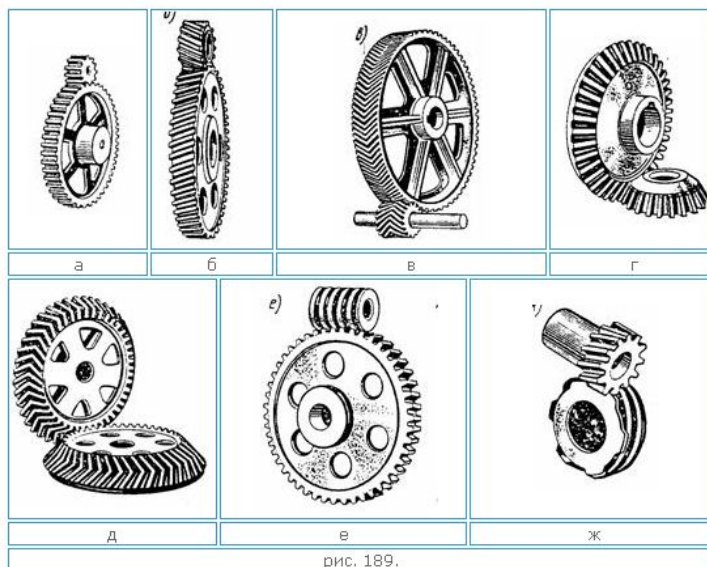

рис. 189.
9.1.1. Передачи зацеплением. Общий обзор (рис. 189 а-ж)